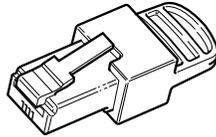

Figure 2-12 Terminateur de réseau
- Terminateurs du réseau (voir Figure 2-12) - le réseau Xanbus doit être correctement équipé de bornes à chaque extrémité pour garantir la qualité du signal de communication.